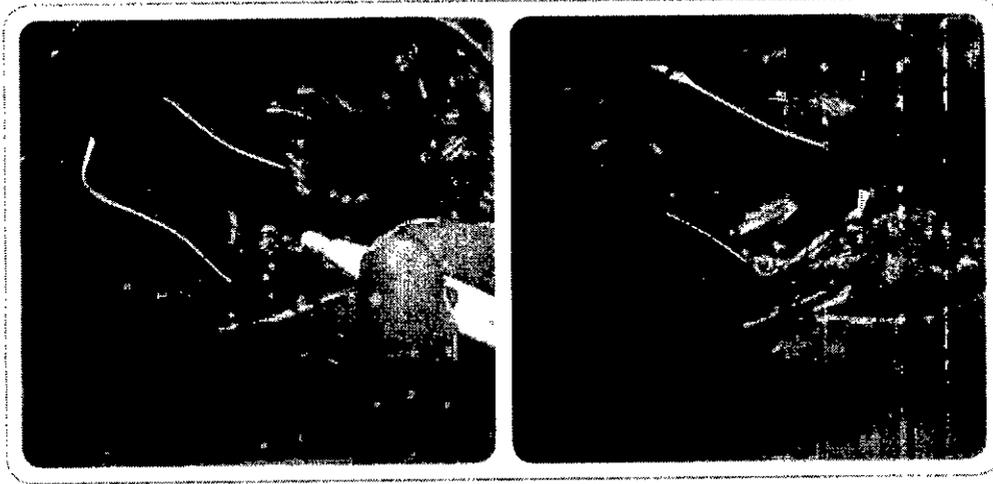

Figura 3-32.
- Evite las hemorragias con grapas cutáneas, suturas o electrocauterización (Figura 3-32).